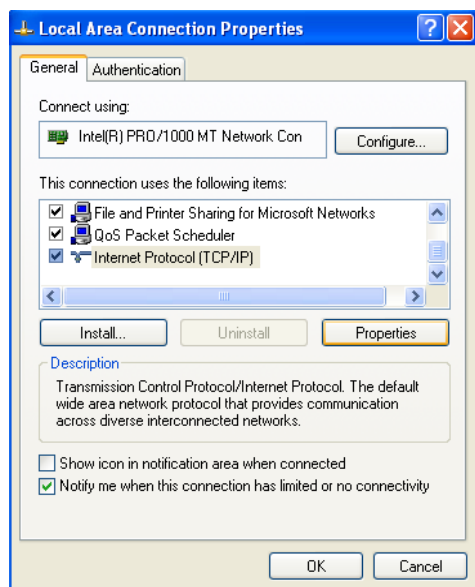

图 15
4. 打开 “局域网连接属性” 窗口。从列出的选项中选择 “网际协议”。点击 “属性”。显示 “网际协议属性” 窗口。参见图 15。